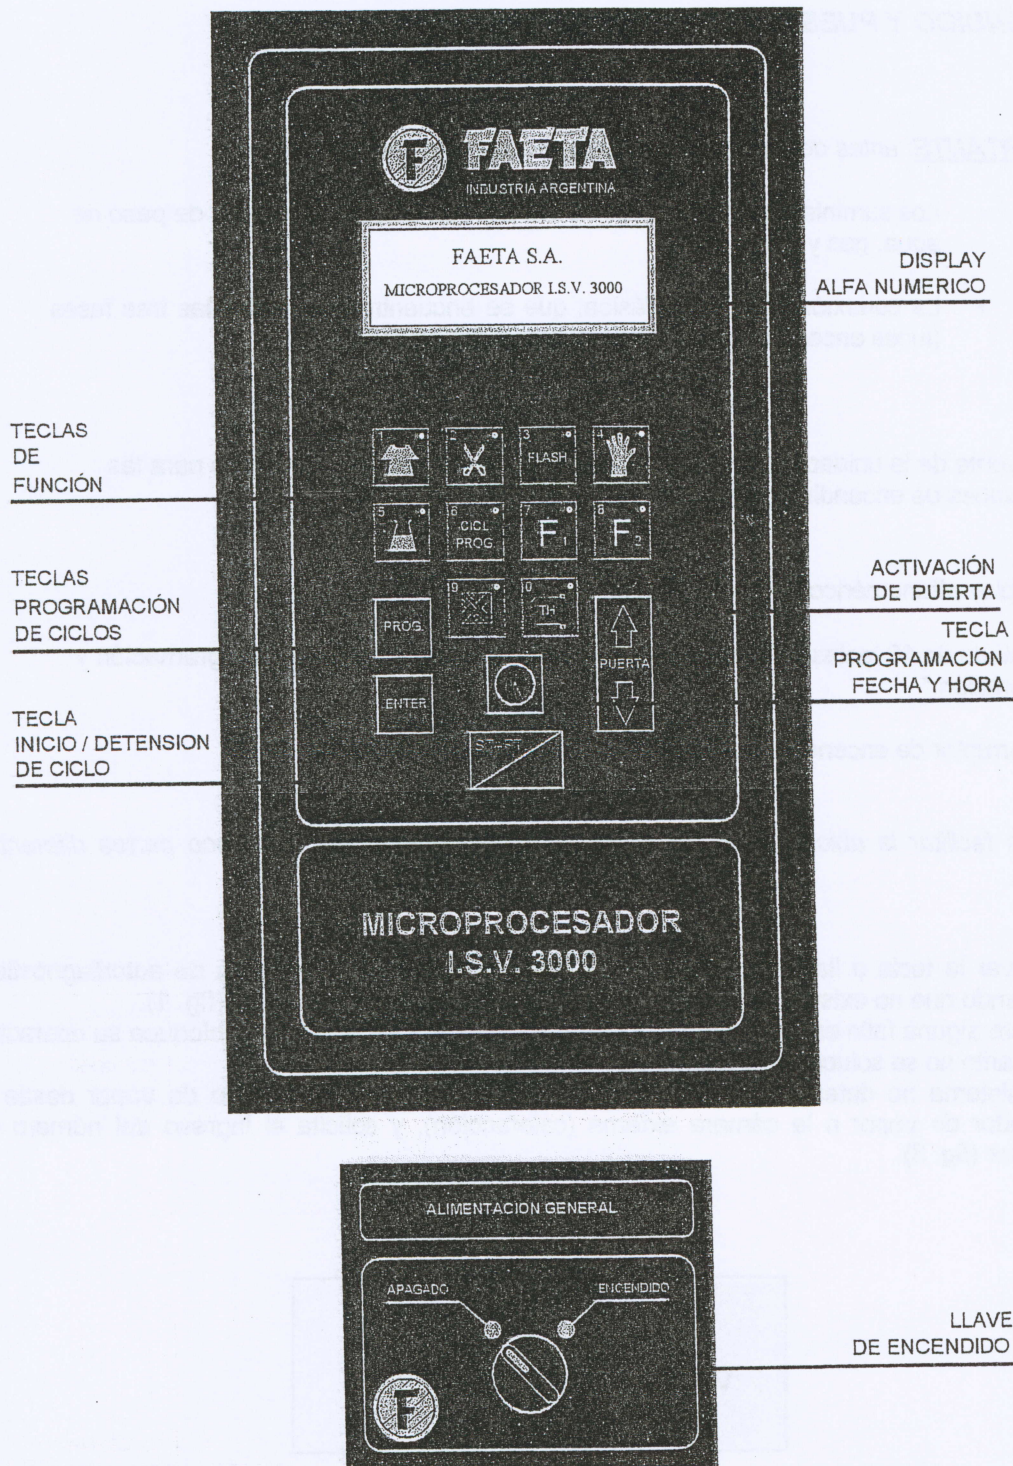

FIG. 2
*Para facilitar la ubicación de las teclas dividiremos al teclado en cinco partes diferentes (fig. 2).